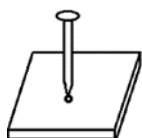

Рис.1
3.2. В любом случае, при использовании технологии прямого монтажа рекомендуется тест на пригодность конкретного материала основания. Для этого необходимо выбранный дюбель приставить к основанию и ударить по нему молотком. Затем осмотреть острие дюбеля. Если острие не повреждено и в основании остался четкий след от дюбеля, скорее всего, это основание подходит для использования технологии прямого монтажа (см. рис.1).